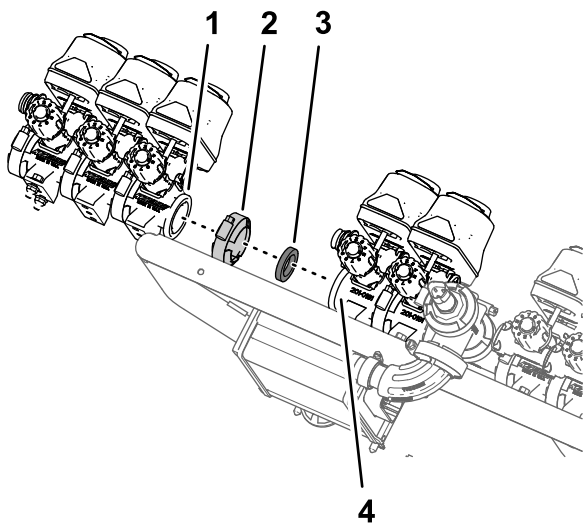

Figura 105
1. Monte las tres válvulas de sección (Figura 105) que retiró en el paso 8 de Retirada de las válvulas de sección del soporte del distribuidor (página 35) sobre la brida de la válvula 7 del conjunto de válvulas de fumigación con la brida de fijación y la junta que retiró en el paso 4 de Retirada de las válvulas de sección del soporte del distribuidor (página 35).